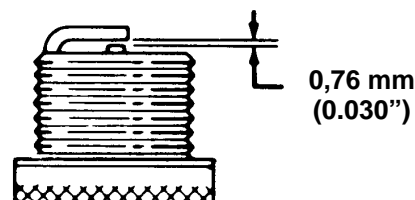

Figure 32
3. Réglez l'écartement des électrodes de la bougie neuve à 0,76 mm (0.030") (Fig. 32).